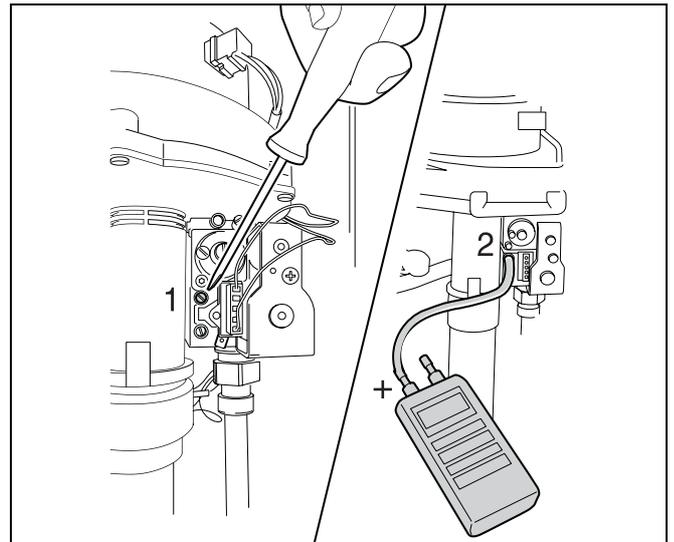

Fig. 35 Misurazione e regolazione del rapporto gas/aria
- Allentare di due giri la vite del nipple di prova superiore (nipple di prova della pressione del bruciatore) (fig. 35, pos. 1).
- Collegare il polo positivo del misuratore di pressione al nipple di prova della pressione del bruciatore mediante un tubo flessibile (fig. 35, pos. 2).